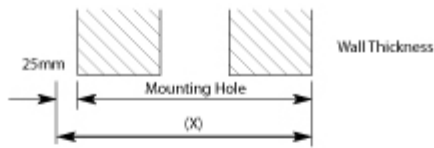

Fig. 39
5. Mesurer l'épaisseur du mur et ajouter 25 mm. Le total sera la dimension « X » (fig39)